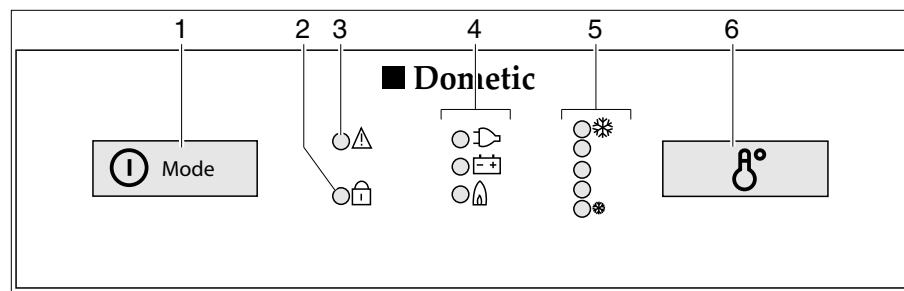

Fig. 339 Boutons de commande pour le réfrigérateur (Dometic Série 8 avec SMSE)
- Appuyer sur le commutateur/sélecteur de source d'énergie (Fig. 339,1) pendant 2 secondes pour mettre l'appareil en marche. La DEL du dernier mode de fonctionnement sélectionné s'allume.
- Si nécessaire, appuyer brièvement plusieurs fois sur le commutateur/sélecteur de source d'énergie (Fig. 339,1) jusqu'à ce que le voyant de contrôle gaz "  " s'allume. L'arrivée de gaz est ouverte. L'allumage s'effectue de manière automatique. Un tic-tac est distinctement perceptible jusqu'à ce que la procédure d'allumage soit effectuée avec succès.
- Régler la température de réfrigération avec l'interrupteur réglage de la température (Fig. 339,6).
- Si nécessaire, appuyer brièvement plusieurs fois sur le commutateur/sélecteur de source d'énergie (Fig. 339,1) jusqu'à ce que le voyant de contrôle 230 V "⚡" s'allume.
- Si nécessaire, appuyer brièvement plusieurs fois sur le commutateur/sélecteur de source d'énergie (Fig. 339,1) jusqu'à ce que le voyant de contrôle 12 V "⊖" s'allume.